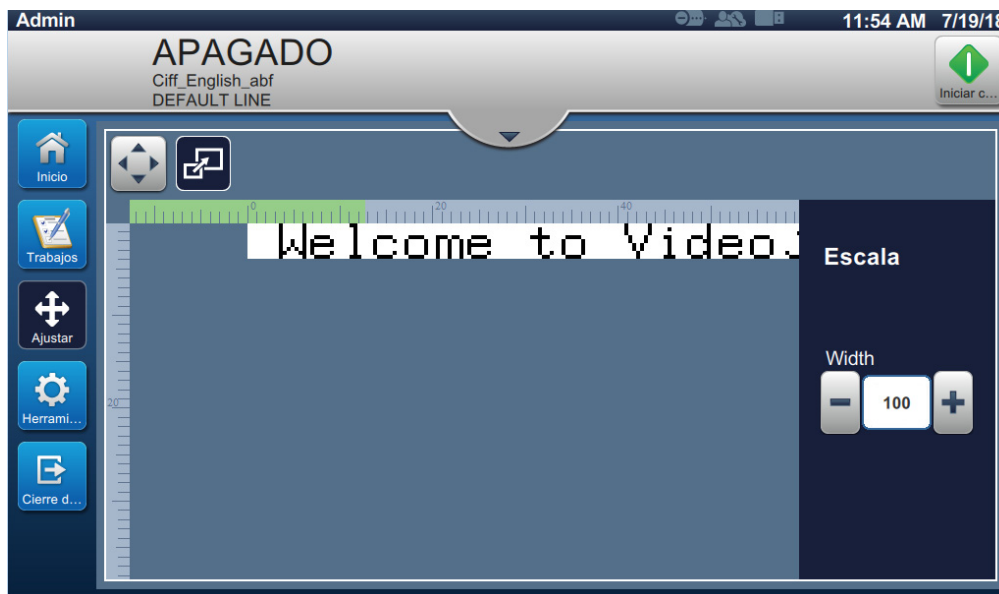

Figura 4-10. Ajustar: Escala
1. Pulse el botón  y el valor del divisor de escala actual aparecerá como se muestra en la Figura 4-10.